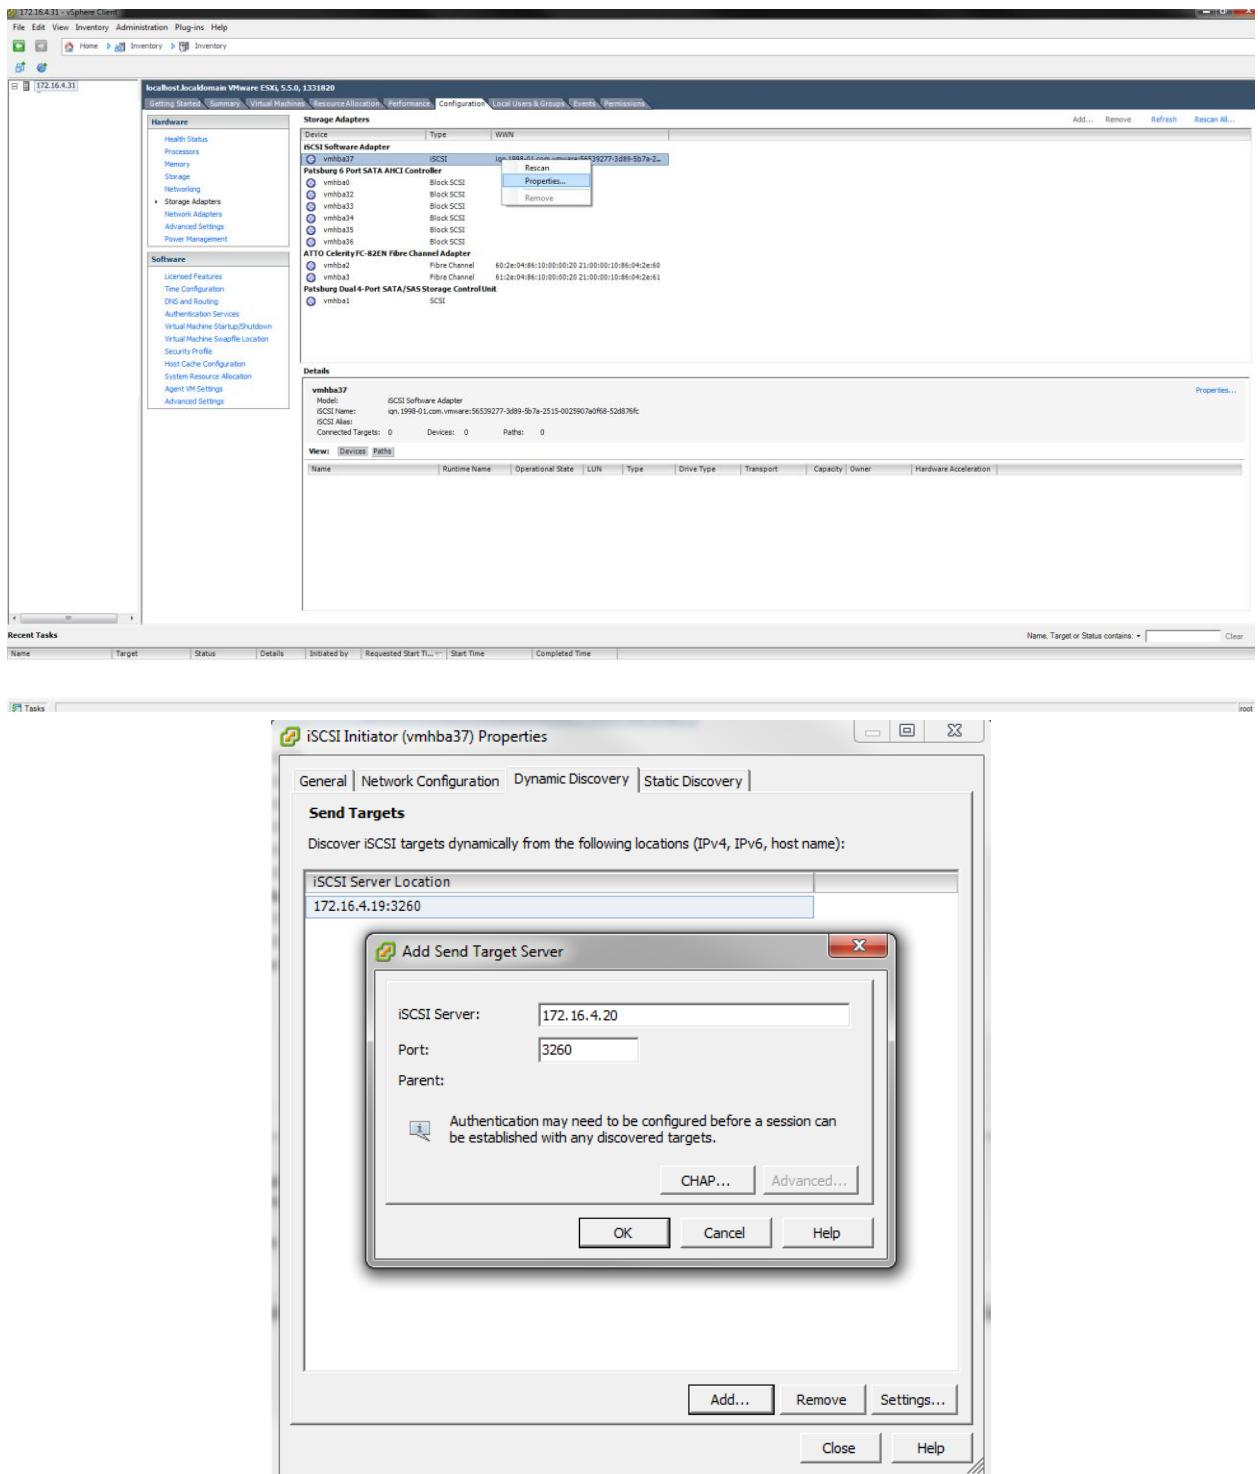

Рисунок 51 - Подключение к iSCSI Targets. Свойства
1) Перейти на вкладку «Configuration» → «Storage Adapters» → «Fibre Chanel» (см. Рисунок 51).